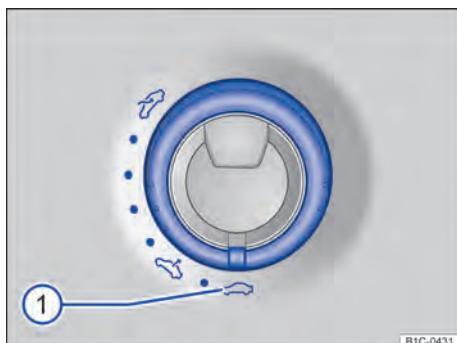
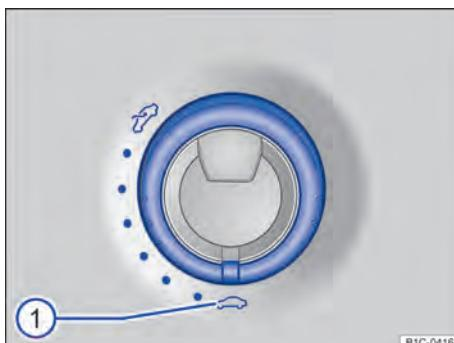

Fig. 39 No revestimento do teto: interruptor do teto solar panorâmico elétrico de vidro (variante 1).
Fig. 40 No revestimento do teto: interruptor do teto solar panorâmico elétrico de vidro (variante 2).
- Girar o interruptor ⇒ Fig. 39 ① ou ⇒ Fig. 40 ① para a posição "Fechado".